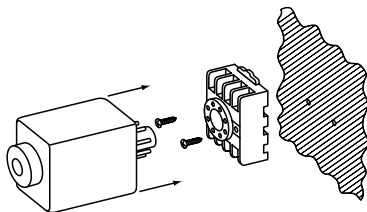

Рисунок 8. Монтаж реле на монтажную плоскость
- на монтажную плоскость при помощи разъема Р8Ц (см. рисунок 8);